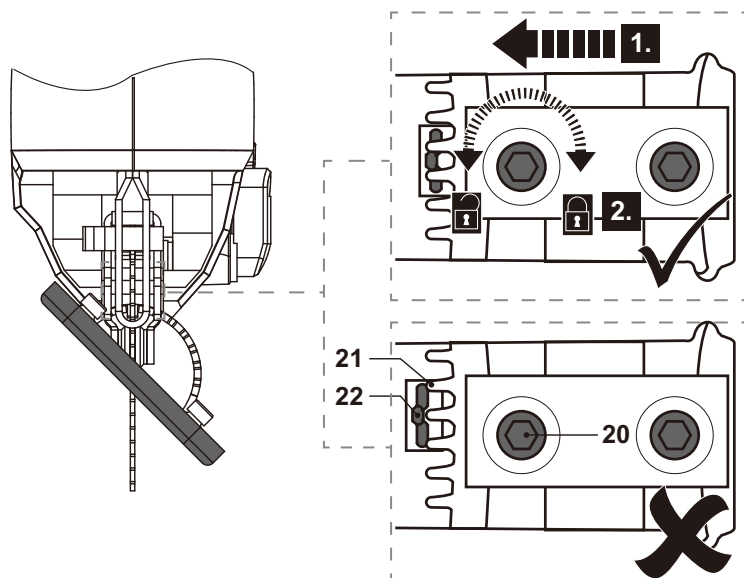

Fig. 9
- > Desplace la placa base (11) hacia delante para acoplar los dientes (23) en el engranaje (22) (Fig. 9, paso 1).
- > Aperte os 2 pernos de cabeça sextavada (20) com a chave sextavada (6) (Fig. 9, passo 2).